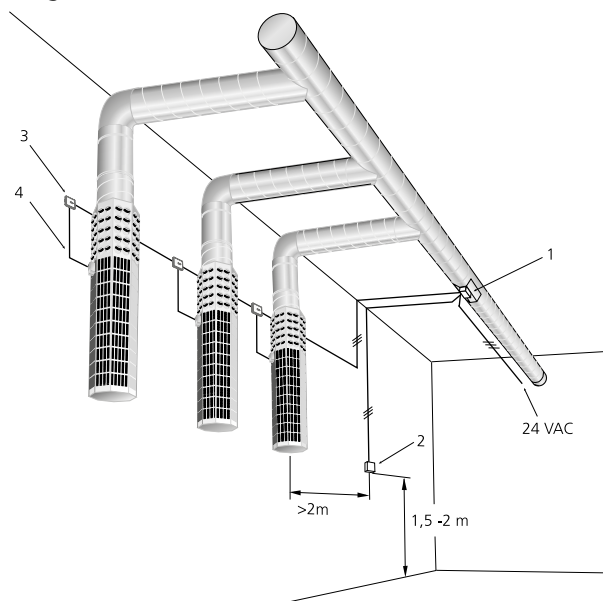

Figure 2. BOC avec VHC.
VHC. L'unité de commande VHC (1) change la marche des diffuseurs motorisés qui sont prévus pour le soufflage d'air chaud ou froid. Voir figure 2.
L'unité VHC est raccordée à une alimentation électrique 24 V a.c. conformément au schéma de raccordement, voir les figures 2 et 3.
Légende de la figure 2: